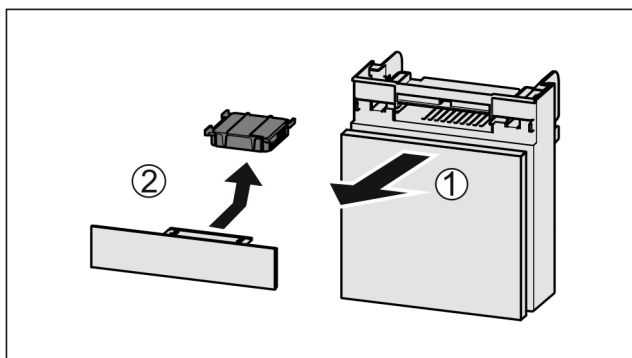

Fig. 218
- ▶ Вытянуть Fig. 218 (1) отделение движением вперед.
- ▶ Извлечение Fig. 218 (2) фильтра с активированным углем.